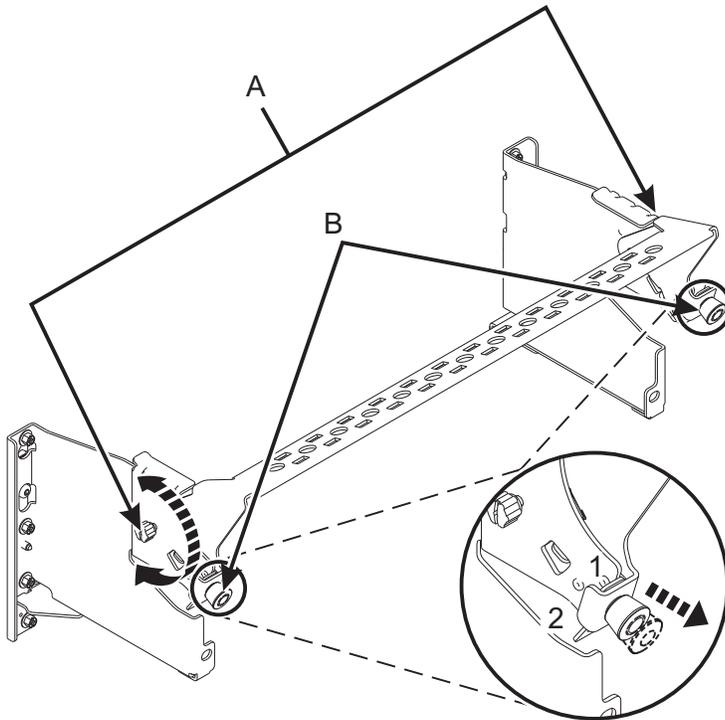

Figura 10. Colocar o suporte de gestão de cabos na posição de assistência
4. Coloque o suporte de gestão de cabos na posição de assistência. Consulte Figura 10 na página 10.